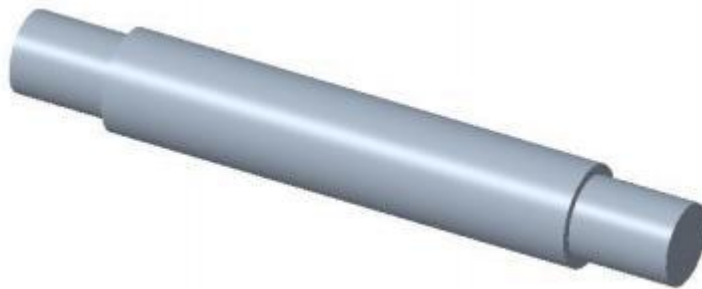
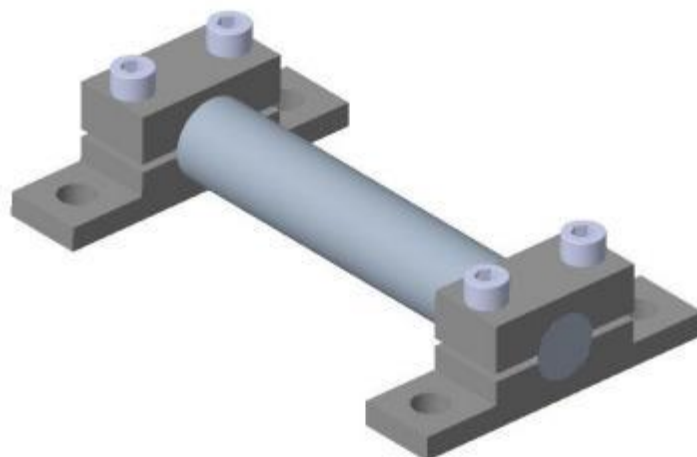
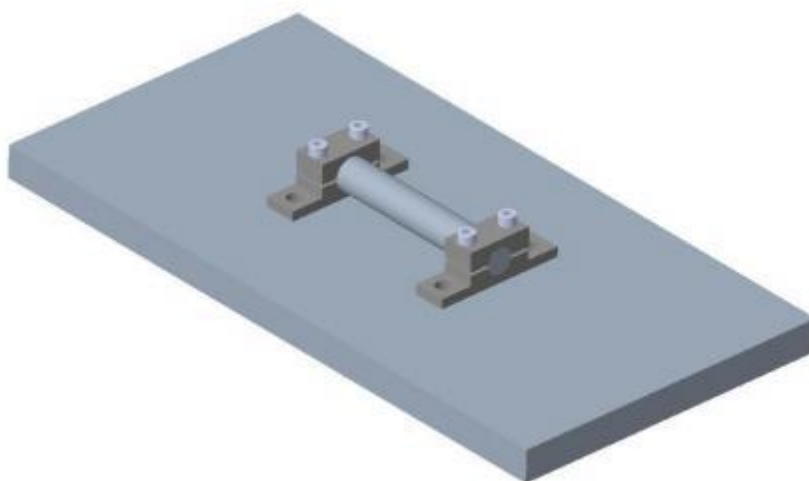

图 3.3.1 辅助杆示意图
图 3.3.2 支座安装示意图
图 3.3.3 混凝土或钢结构表面安装示意图
1、将两只传感器支座夹住图 3.3.1 所示的辅助杆两端。两只支座紧靠辅助杆台阶处，且两只支座底面处于同一平面上，锁紧支座螺钉，如图 3.3.2 所示。辅助杆的作用一方面确保传感器支座在同一轴心上，另一方面确定两支座之间的间距。
2、将图 3.3.2 所示的支座整体安放在混凝土表面或钢结构表面上。(1) 混凝土表面安装：在传感器支座四个孔位对应位置处钻孔，钻孔直径需与自选的膨胀螺栓相匹配，如图 3.3.3 所示；(2) 钢结构表面安装：分别在支座两侧“耳朵”处进行焊接，焊缝长度需大于 1cm，如图 3.3.3 所示。